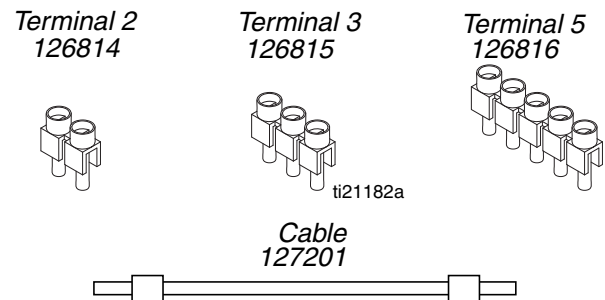
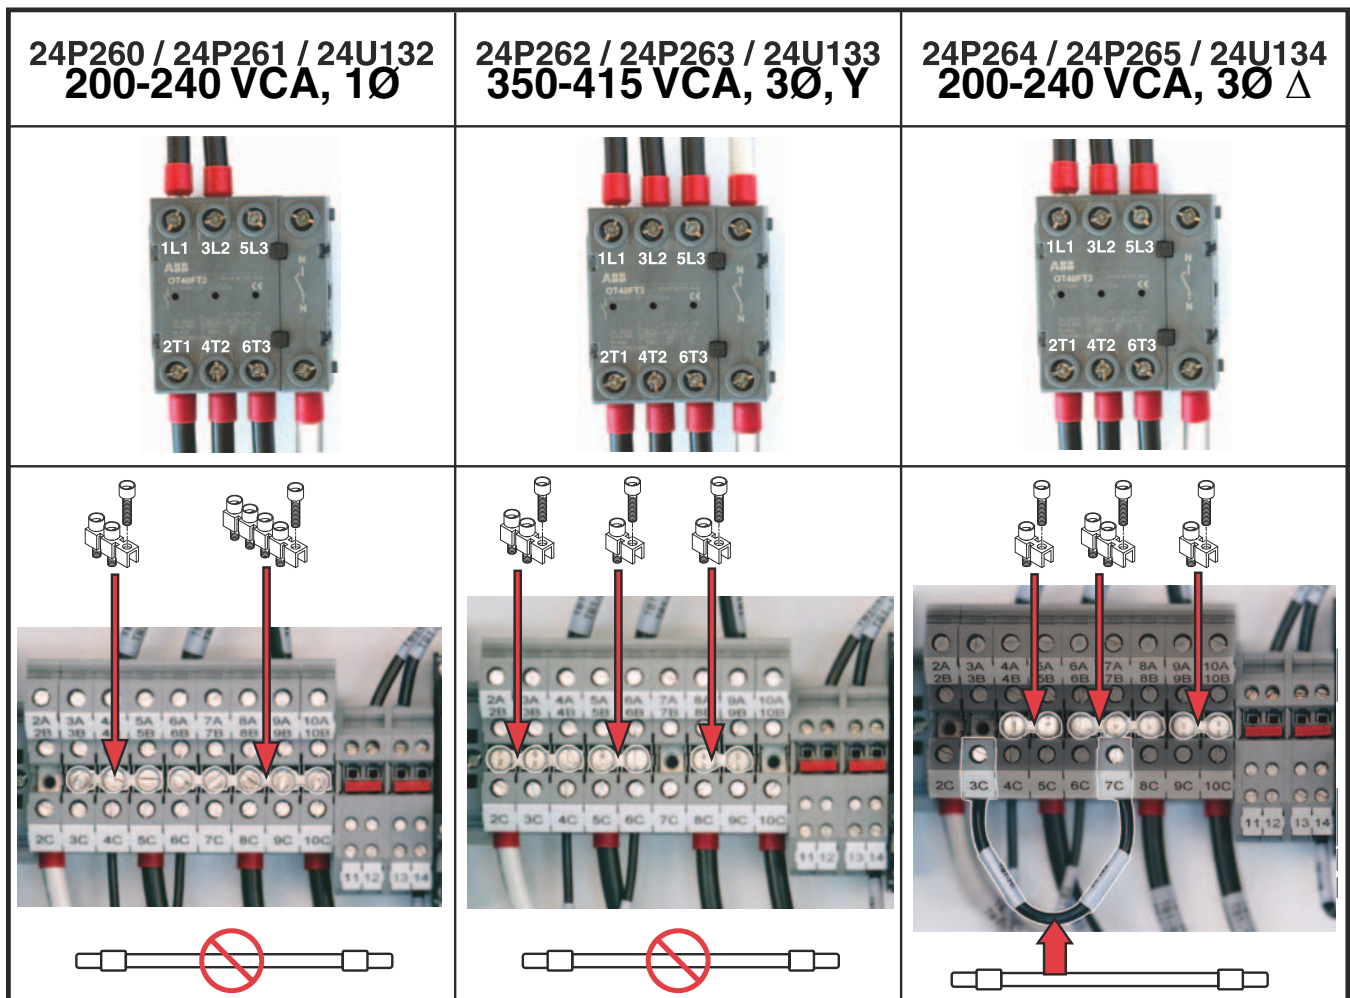

FIG. 13: Puentes
FIG. 15
4. Asegúrese de que los puentes del bloque de terminales se encuentren en las ubicaciones correctas para la fase y la tensión utilizadas. Si es necesario, cambie para que corresponda con la FIG. 15 de la página 19. Consulte la tabla siguiente, la FIG. 13 y la FIG. 15.
- Conecte L1, L2, L3 y N como se muestra en la FIG. 15. No todos los modelos usan 4 cables.